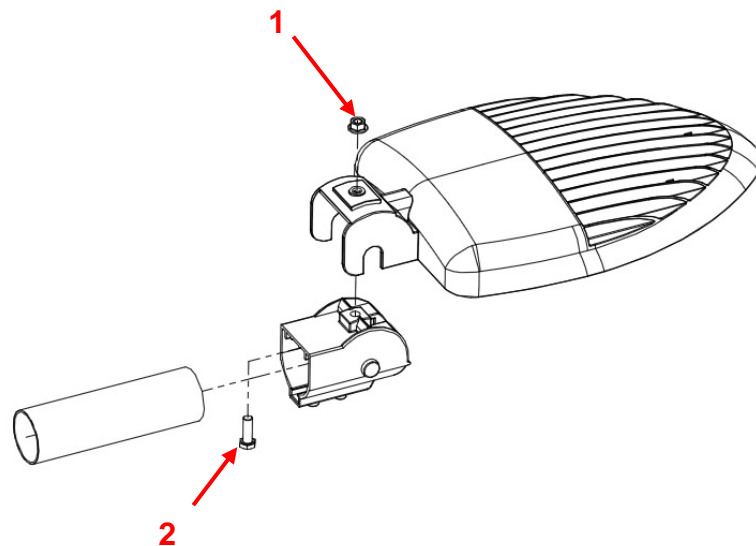

Fig. 4
- 1) Løsne mutter (1) (fig. 4) med 6-kant nøkkel M15 og ta bort skruen (2).
Unscrew the nut 1 (fig. 4) using a M15 spanner. Remove the screw 2 (fig. 4) from pole bracket.